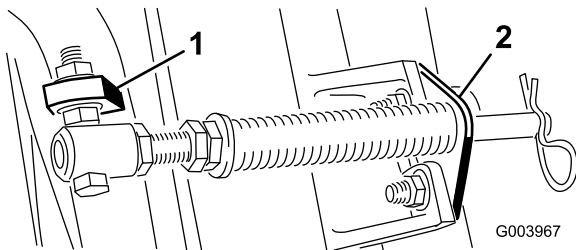

Figura 5
C. Montate il bullone del tubo della molla sull'aletta opposta, sul telaio portante, e fissatelo con il dado flangiato. La testa del bullone deve essere posta sul lato esterno dell'aletta, come illustrato nella Figura 5.
- D. Montate la staffa dell'asta sulle alette degli elementi di taglio usando i bulloni a testa tonda e i dadi (Figura 5).